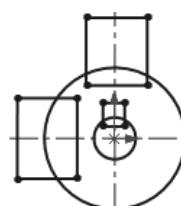

图 2.4 绘制矩形
(3) 绘制矩形。选择下拉菜单`工具(T) → 草图绘制实体(X) → 边角矩形(R)`命令，在图形区中绘制图2.4所示的矩形。